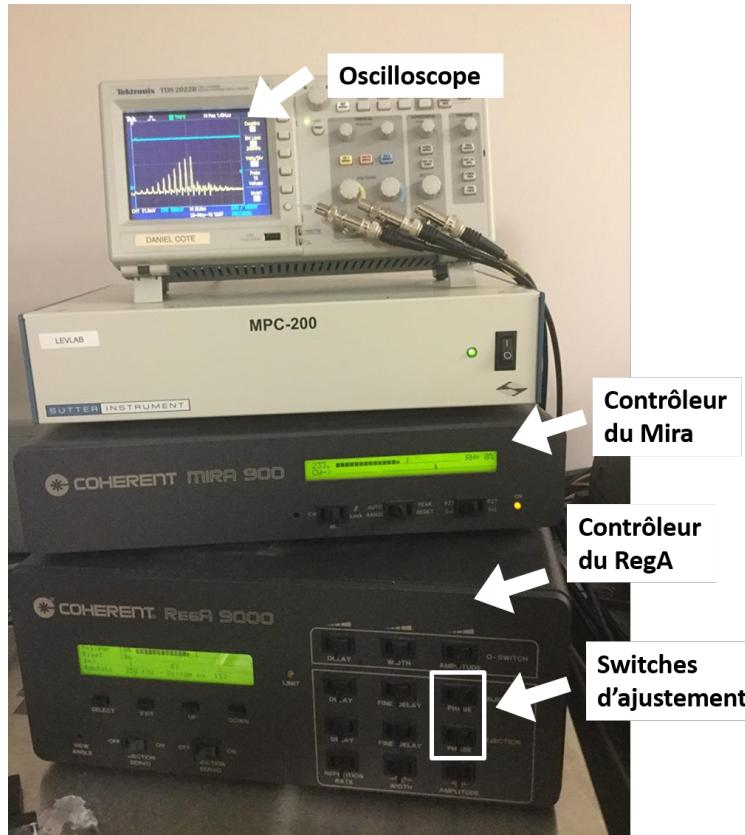

Figure 5 – Contrôleurs
5. Sur le *contrôleur du Mira* (voir figure 5), vérifier que le taux d'humidité (RH) est entre 0% et 5%. Si non, augmenter le flux d'azote fourni au système, i.e. :
8. Maximiser la stabilité du signal en ajustant les *switches* (voir figure 5). Il ne devrait pas être nécessaire de toucher aux autres boutons des contrôleurs.